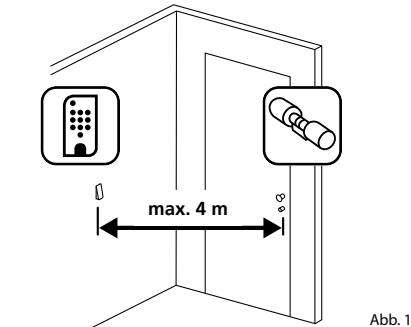

Abb. 1
- ① Halten Sie die Tastatur an den gewünschten Montageort (Abb. 1).
- ① Bohren Sie drei Löcher gemäß den in der Abbildung aufgezeigten Abmessungen. Nutzen Sie einen Bohrer mit 6 mm Durchmesser (Abb. 1).